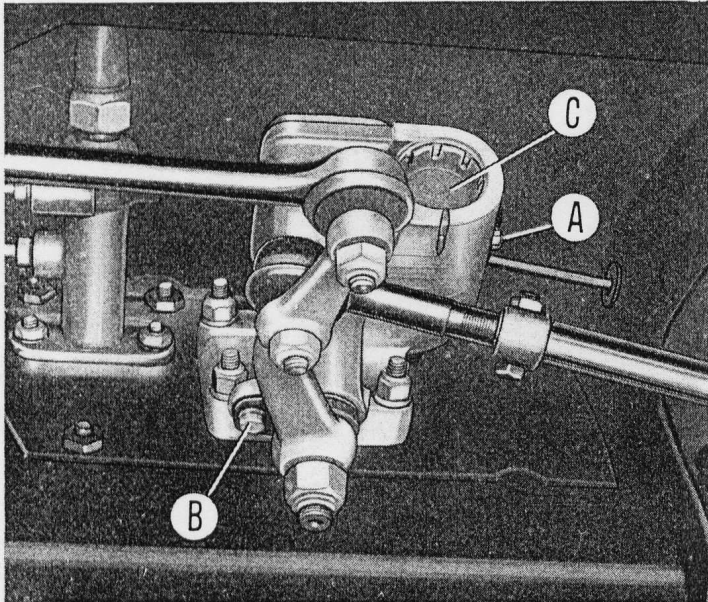

Abb. 60. - Lenkgehäuse.
- Befestigungsschraube **B** (Abb. 60) der Einstellplatte lösen und mit dieser die exzentrische Lagerbüchse derart drehen, dass das Segment näher an die Schnecke gebracht wird und zwar soweit, bis die Einstellplatte in ihrem zweiten Loch wieder befestigt werden kann.
b) Spiel der Schneckenrollenlager: Gewinding C (Abb. 60) am Lenkgehäuse nachstellen.